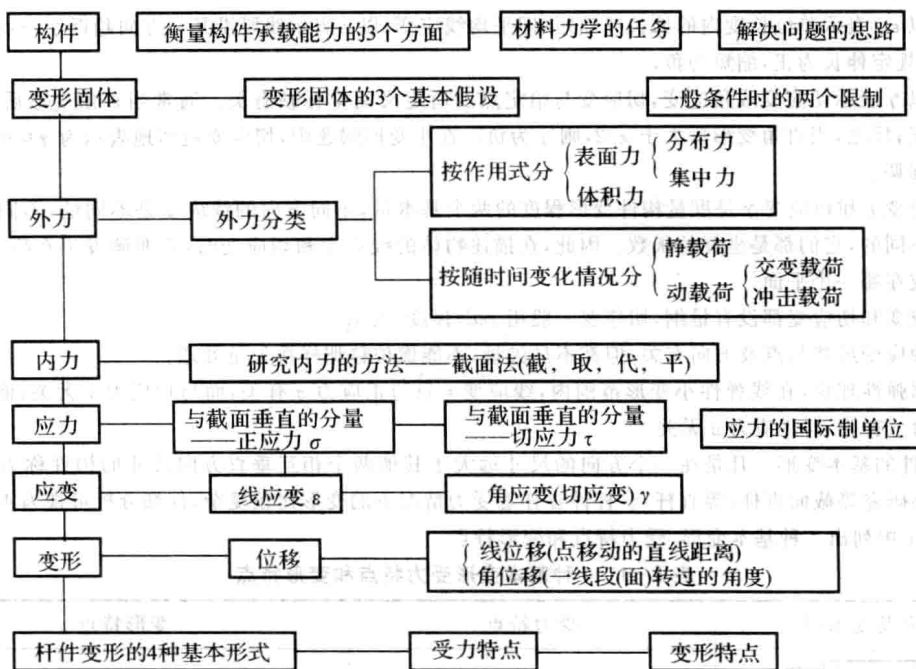

图 1.1 本章重点知识结构图
(4)小结。绪论概念很多,也较杂乱,为了便于读者学习,讲课结束前应小结一下,本绪论重点知识结构图见图 1.1。